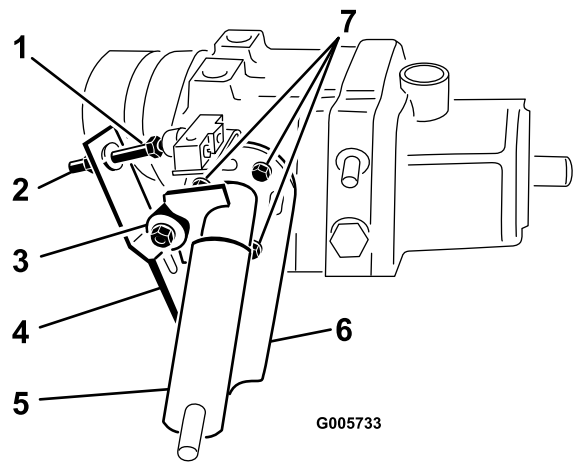

Figura 70
- Coloque a máquina numa superfície nivelada e desligue o motor. Engate o travão de estacionamento, incline o banco para a frente e active a alavanca da bomba (Figura 70), de modo a garantir que a estrutura se encontra bem apoiada e a funcionar sem problemas. Corrija todas as falhas.
- Se a roda se encontrar em movimento deverá efectuar o ajuste da placa da bomba. Antes de efectuar esse ajuste deverá deslocar o regulador para a posição SLOW (lento). Se a roda girar para a frente, desaperte os parafusos e rode levemente a zona inferior da placa da bomba no sentido contrário ao dos ponteiros do relógio (Figura 70). Se a roda girar para trás, deverá rodar a placa da bomba no sentido dos ponteiros do relógio (Figura 70). Quando a roda parar de girar deverá apertar os parafusos que fixam a placa da bomba à zona lateral da transmissão. Verifique se o ajuste é o adequado, colocando o regulador na posição SLOW (lento) e FAST (rápido).
- Os rolamentos esféricos estão soltos ou gastos (Figura 70).
- Molas fracas ou danificadas (Figura 70). Substituir.
2. Accione a alavanca da bomba (Figura 70), para se certificar de que todas as peças funcionam e assentam correctamente.
3. Desaperte a porca de retenção. Rode o parafuso de ajuste do interruptor (Figura 70) até surgir uma folga entre a cabeça do parafuso e o botão do interruptor.